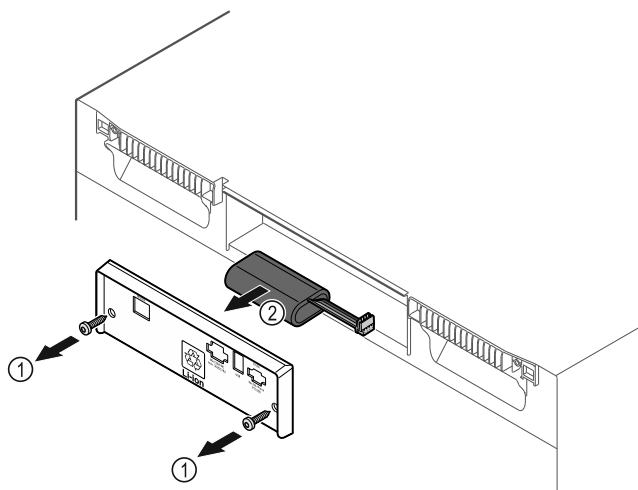

Fig. 235
► Desenroscar los tornillos y retirar la cubierta de la parte trasera del electrodoméstico Fig. 235 (1).
► Desconectar la batería y extraerla Fig. 235 (2).